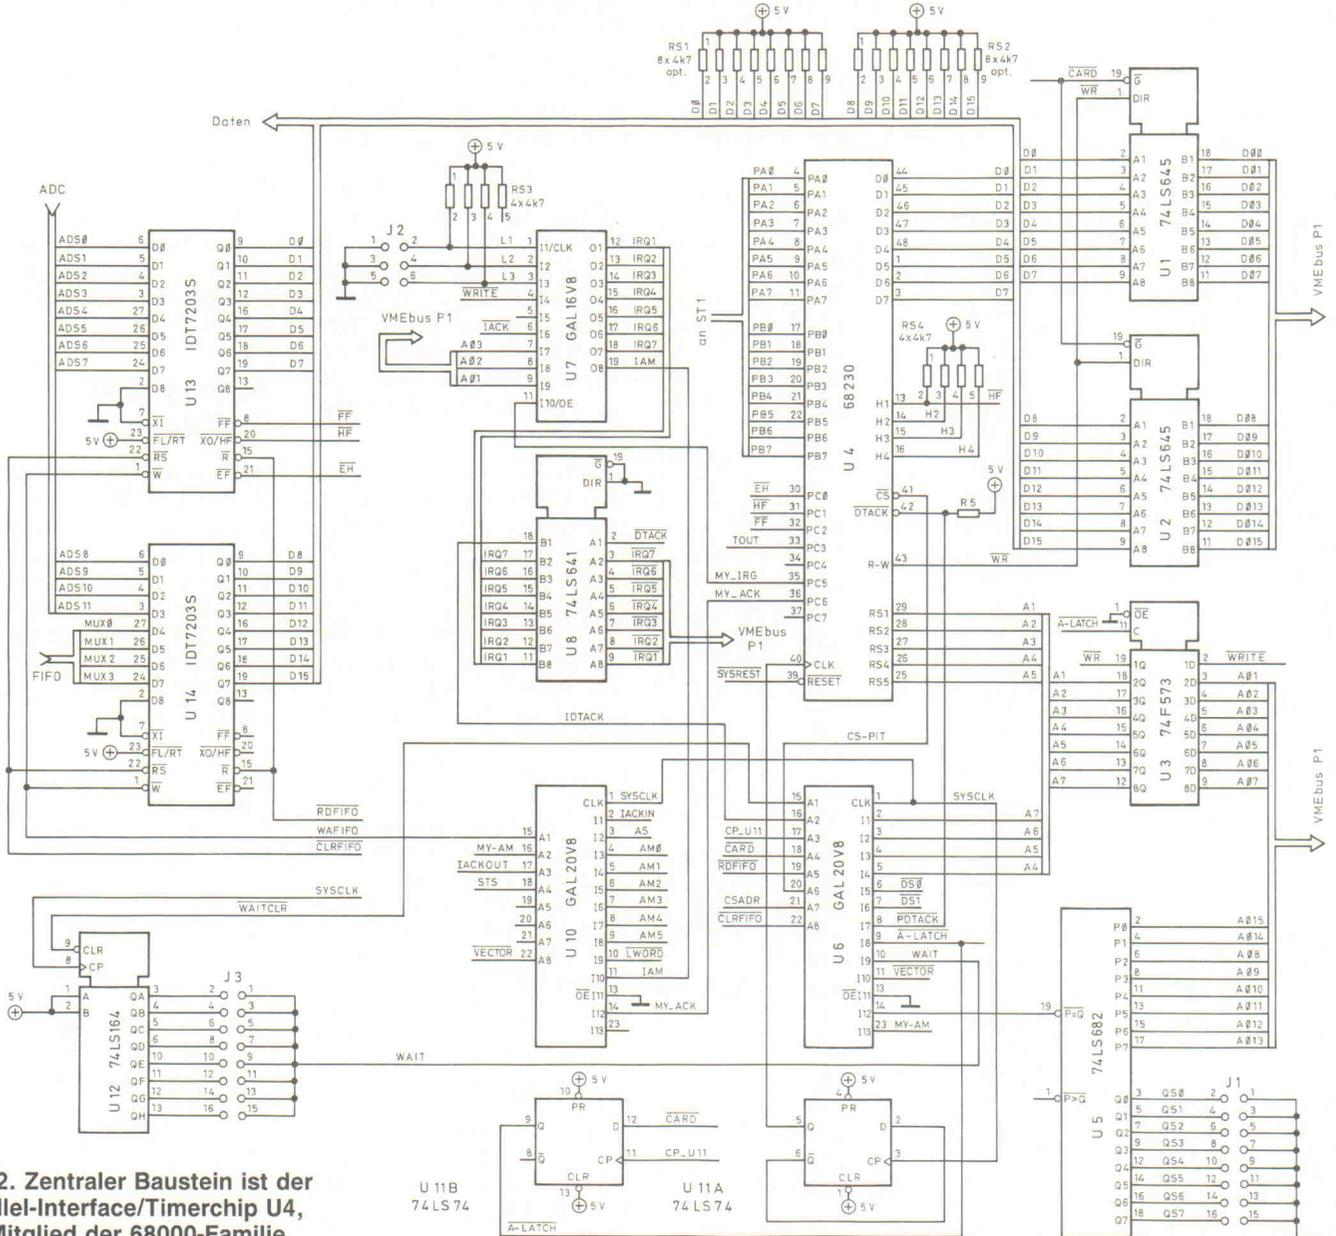

Bild 2. Zentraler Baustein ist der Parallel-Interface/Timerchip U4, ein Mitglied der 68000-Familie.
Um den Aufwand der Adreßdekodierung klein zu halten, ist die VMEconomy für den Short-Adreßbereich konzipiert. Bei dieser Adressierungsart liegt der 64-KByte-Speicherbereich auf einer festen Adresse innerhalb des gesamten VMEbus-Adreßbereichs. Im Falle des Atari STE/TT ist dies \$DF 0000... \$DF FFFF. Die VMEconomy selbst belegt nur einen Bereich von \$FF entsprechend 256 Bytes. Die Basisadresse der Karte läßt sich in dem 64-KByte-Fenster in Schritten von 256 Byte mittels Jumper J1 verschieben (Bild 2). Durch die Wahl der Schritte (256), in denen die Karte in den Adreßbereich eingeblendet wird, ergibt sich A15 als höchstwertige und A08 als niederwertige Adreßleitung zur Dekodierung des Adreßbereichs. A4...A7 werden zur Erzeugung der Chip-Select-Signale herangezogen. Der Jumper J1 gibt ein Adreßmuster vor, welches in U5 (74LS682) mit den Adreßleitungen A08...A15 verglichen wird. Bei Übereinstimmung erzeugt der 8-Bit-Vergleicher an Pin 19 das Signal /P=Q.